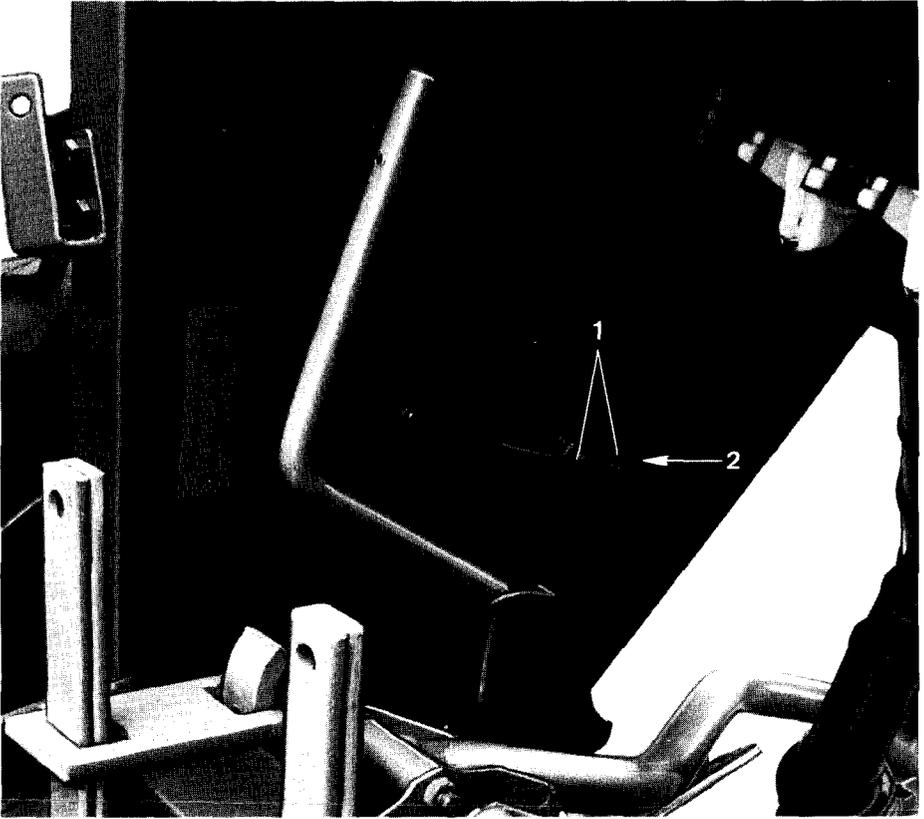

Fig. 11
2. Antriebskette: Die Antriebskette wird nach etwa 20 Betriebsstunden erstmals nachgespannt. Hierzu werden die beiden Schrauben (Fig. 11/1) am Kettenspanner gelöst, und der Spanner wird in Pfeilrichtung (Fig. 11/2) gegen die Kette gedrückt.